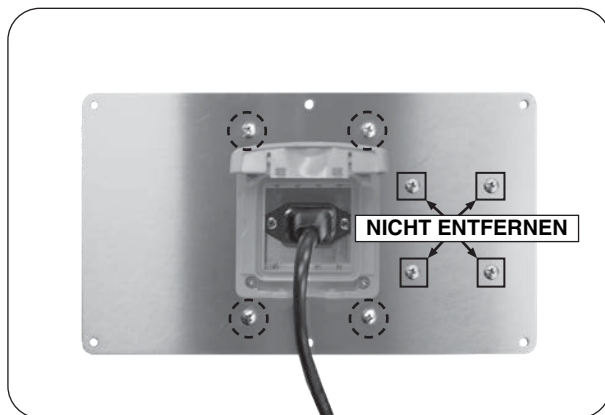

Abb. 38-3 Die 4 kleinen Schrauben entfernen
4. Entfernen Sie die 4 kleinen Schrauben, die den Netzkabelanschluss umgeben (siehe Abb. 38-3).